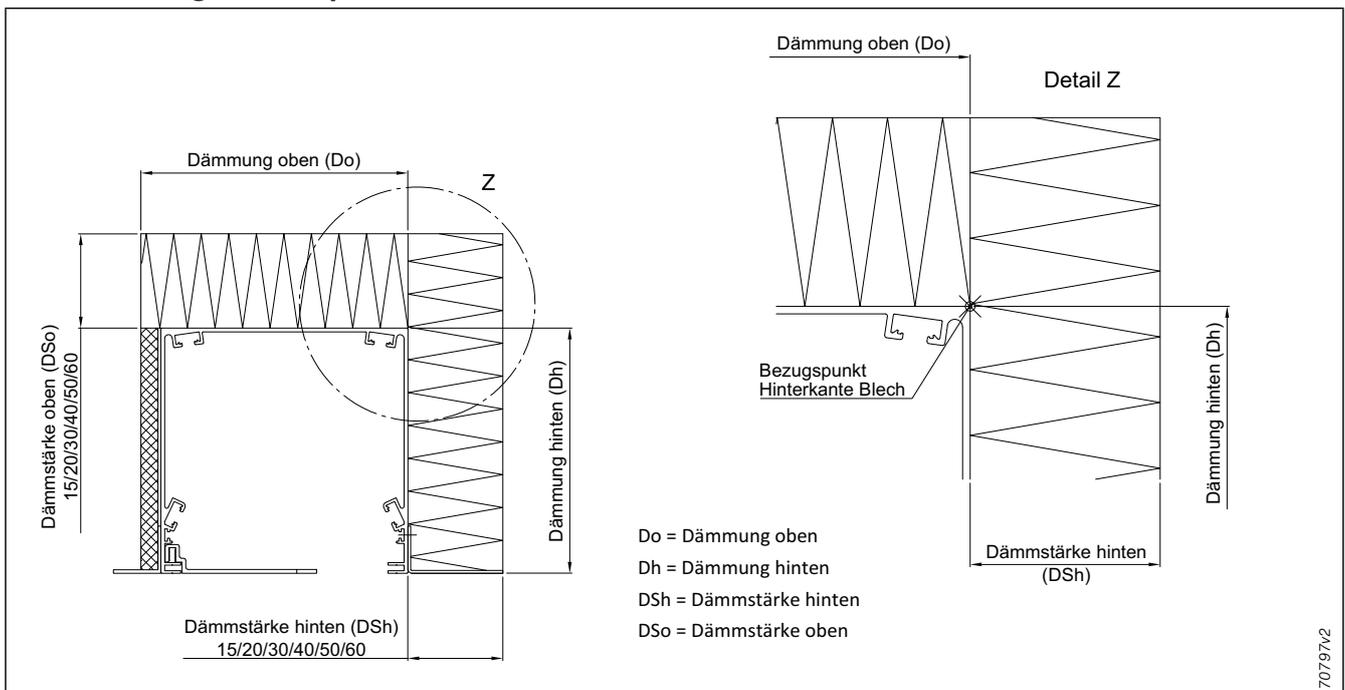

Abb. 47: Maßermittlung am Beispiel Blendenform Putz
1. Der Bezugspunkt ☉ befindet sich generell an der Hinterkante der Blende, siehe Abb. 47, Detail Z